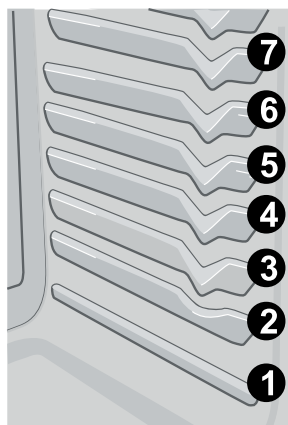

Fig. 1
6. Placez la lèchefrite sur la grille du four (fig. 1 & 2).